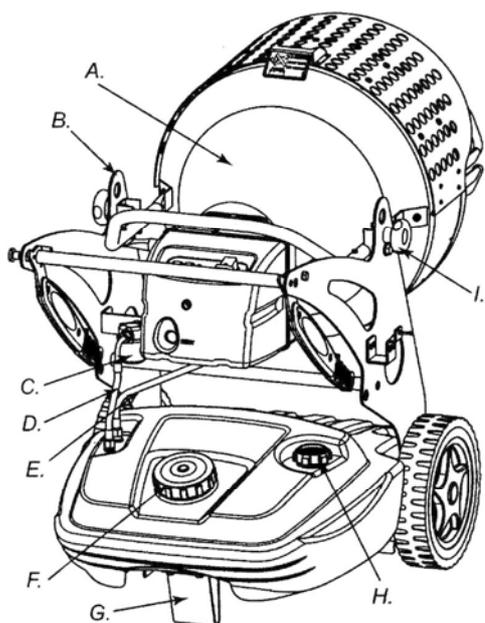
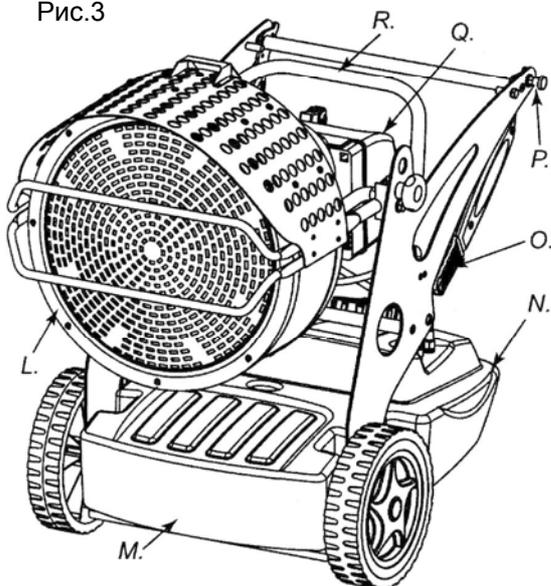
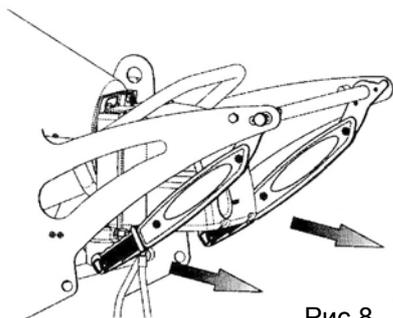
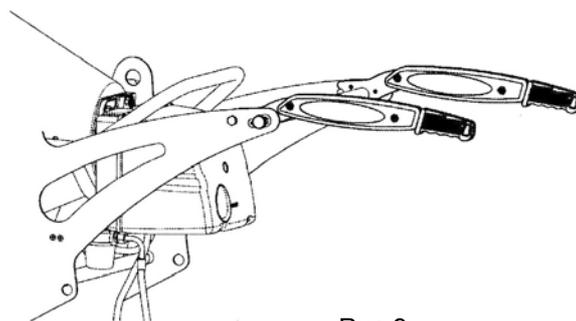

Рис.3
Рис.4
Рис.8
Рис.9
- 1) убедитесь, что в топливном баке (N рис.4) все еще есть топливо;
Предупреждение: Перед вторым запуском (генератор затушен и достаточно охлажден) убедитесь, что болты, которые закрывают передний дефлектор, надежно закреплены (L рис.4)
Внимание: перед тем как двигать или поднимать генератор, убедитесь, что крышки топливного бака надежно закрыты (F и H рис.3)
Генератор легко передвинуть и он может быть закреплен на высоте при помощи специальных транспортировочных отверстий (B рис.3 или рис.7). Это позволяет установить генератор в любом удобном месте для обогрева, разморозки и сушки.
Прежде чем поднимать или передвигать аппарат, убедитесь, что крышки топливного бака надежно закрыты (G рис.3). Генератор может быть оснащен колесиками. В случае если покрытие пола позволяет, можно везти генератор как тележку. Если устройство не оснащено колесиками, необходимо разблокировать шарнир (P рис.4), расположенный на одной из боковых стоек генератора. Опустите ручку из позиции (рис.8), переведите ручку в положение транспортировки (рис.9). Поднимите генератор и установите его так, чтобы он стоял на двух передних колесиках.